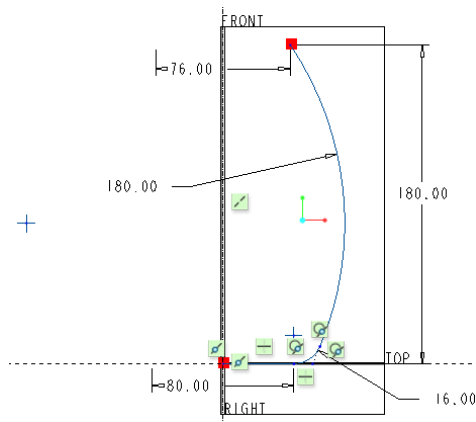

图 3-130 绘制旋转轴与旋转截面
③ 在“旋转”选项卡中选择“放置”选项, 打开“放置”面板, 单击该面板中的“定义”按钮, 打开“草绘”对话框。选择 FRONT 基准平面作为草绘平面, 以 RIGHT 基准平面作为“右”方向参考, 单击“草绘”对话框中的“草绘”按钮, 进入草绘模式。
④ 在“草绘”选项卡的“基准”面板中单击“中心线”按钮, 绘制一条竖直的几何中心线作为旋转中心轴, 接着使用其他草绘工具在旋转中心轴的一侧绘制旋转截面, 如图 3-130 所示, 然后单击“确定”按钮.